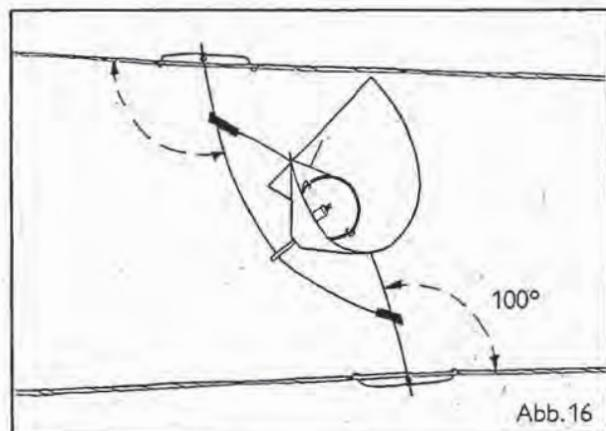

Abb. 16
- 1.** Die fertig montierten Elemente werden am unteren Seil und wahlweise an einem der oberen Seile befestigt: Legen Sie das Element so an die gewünschte Seilverbindung, daß die Enden der Drahtbügel senkrecht (etwa 100°) zu den Seilen liegen, die Haltefedern etwa parallel zu den Seilen. Nur in dieser Position können die beiden Haltefedern an den Seilen befestigt werden (Abb. 16).